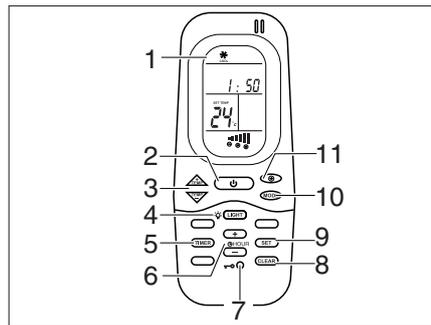
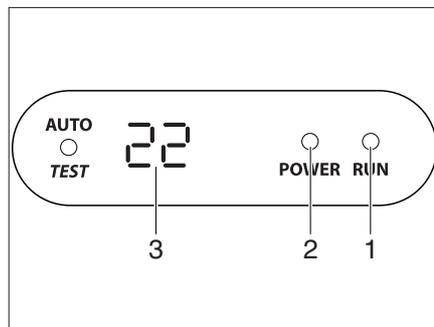

Fig. 118 Télécommande
Fig. 119 Écran du diffuseur
La climatisation est montée sur le toit du véhicule. La télécommande (Fig. 118) pour la climatisation se trouve dans le coin cuisine.
La climatisation est prête à fonctionner. La LED (Fig. 119,2) de l'écran du diffuseur brille en rouge.
- Pour la mise en service, appuyer sur l'interrupteur Marche/Arrêt (Fig. 118,2) de la télécommande. La DEL (Fig. 119,1) brille en vert si la climatisation fonctionne en mode refroidissement. La DEL (Fig. 119,1) brille en rouge si la climatisation fonctionne en mode chauffage.
- Régler le mode de fonctionnement désiré avec la touche MODE (Fig. 118,10).
- Si nécessaire, régler l'étage de ventilateur désiré avec la touche (Fig. 118,11) et la température ambiante avec les touches (Fig. 118,3).
- Pour la mise hors service, appuyer sur l'interrupteur Marche/Arrêt (Fig. 118,2) de la télécommande.
- Pour la programmation, enclencher la climatisation avec l'interrupteur Marche/Arrêt (Fig. 118,2) de la télécommande.
- Appuyer sur la touche TIMER (Fig. 118,5). L'indicateur ON de l'heure de démarrage est activé.
- Régler l'heure à l'aide des touches TEMP (+/-) (Fig. 118,3).
- Rappuyer sur la touche TIMER (Fig. 118,5). L'indicateur OFF de l'heure de démarrage est activé.
- Rappuyer sur la touche TIMER (Fig. 118,5).
- Une fois le réglage terminé, appuyer sur la touche SET (Fig. 118,9).
- En vue d'effacer la programmation de la minuterie, appuyer sur la touche CLEAR (Fig. 118,8).